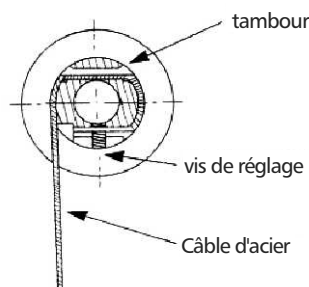

Figure 5-attachement de la corde au tambour
1. Desserrez vis de réglage (réf. N°48). Retirez l'assemblage du câble usé (réf. N°17). en tirant le câble du tambour (réf. N°4) à travers le guide de câble (réf. N°30) et la poulie (réf. N°6). Retirez le clip en épingle à cheveux (réf. N°45) et poussez la cheville (réf. N°44) afin que l'autre fin de l'assemblage du câble (y compris la roue de support) puisse être retiré. Voyez les figures 5 et 5A.
4. Positionnez le tambour comme indiqué dans la figure 5 et poussez le câble à travers le guide (réf. N°30) et à travers l'ouverture supérieure dans le tambour et retournez à travers l'ouverture inférieure dans le tambour.